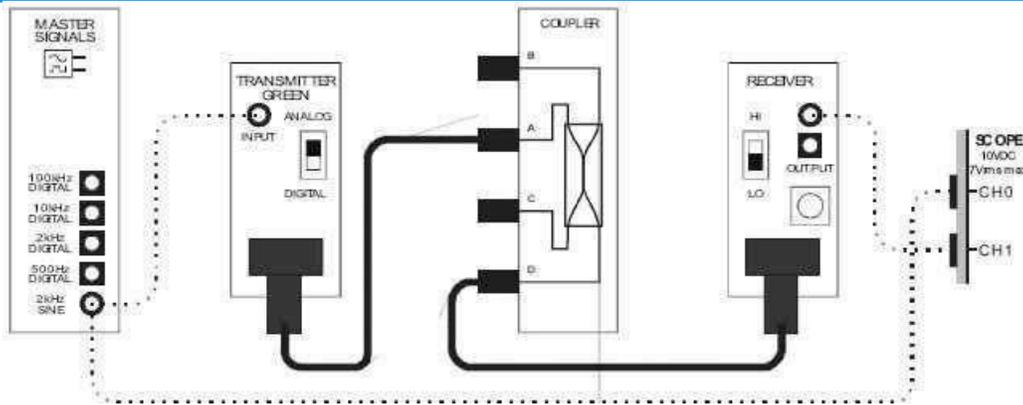

Figura 8
3. Añadir en el circuito, el divisor izquierdo, tal como se muestra en la Figura 8.